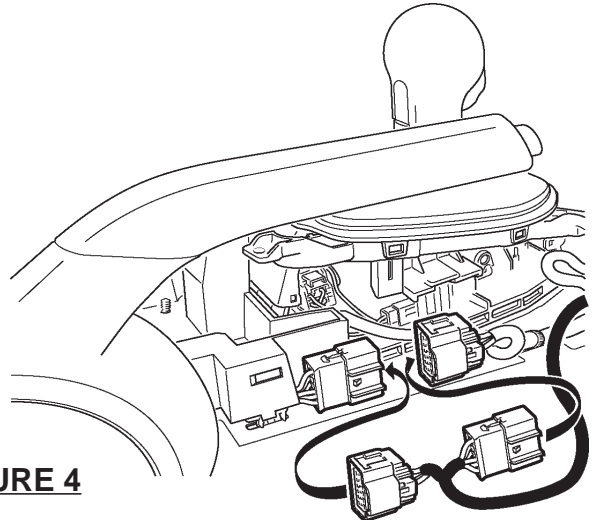

FIGURE 4
9. Brancher le faisceau de câblage d'indicateur entre le connecteur à 12 broches à l'avant du levier de frein de stationnement et fixer le câble au faisceau de câblage du véhicule tous les 150 mm. Se reporter à la figure 4.